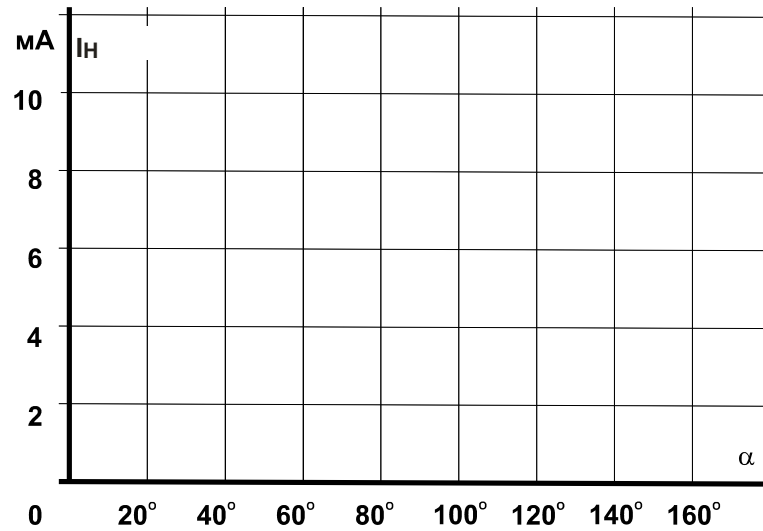

Рис. 6.3.4
- Изменяя угол задержки отпирания от минимально возможного значения до максимального, снимите зависимость  $I_H(\alpha)$ , занесите результаты измерений в табл. 6.3.1 и на рис. 6.3.4 постройте график.